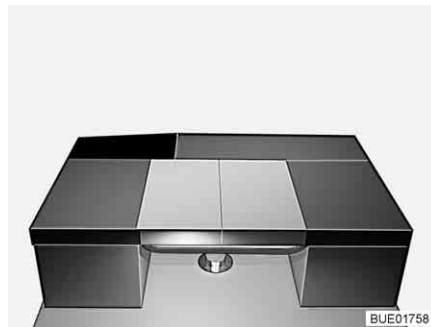

Fig. 135 Après la transformation
- Placer le coussin de dossier de la banquette latérale en long sur la table (voir Fig. 135).